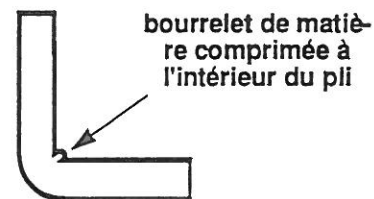

fig. 68
Cette méthode offre l'avantage de pouvoir obtenir la fibre neutre sur la face interne et aussi de donner des plis plus esthétiques. (fig. 68)
- Si l'on veut bien réussir un pli avec fibre neutre sur la face interne, il faut que la chauffe soit la plus brève possible (voir figure 68).